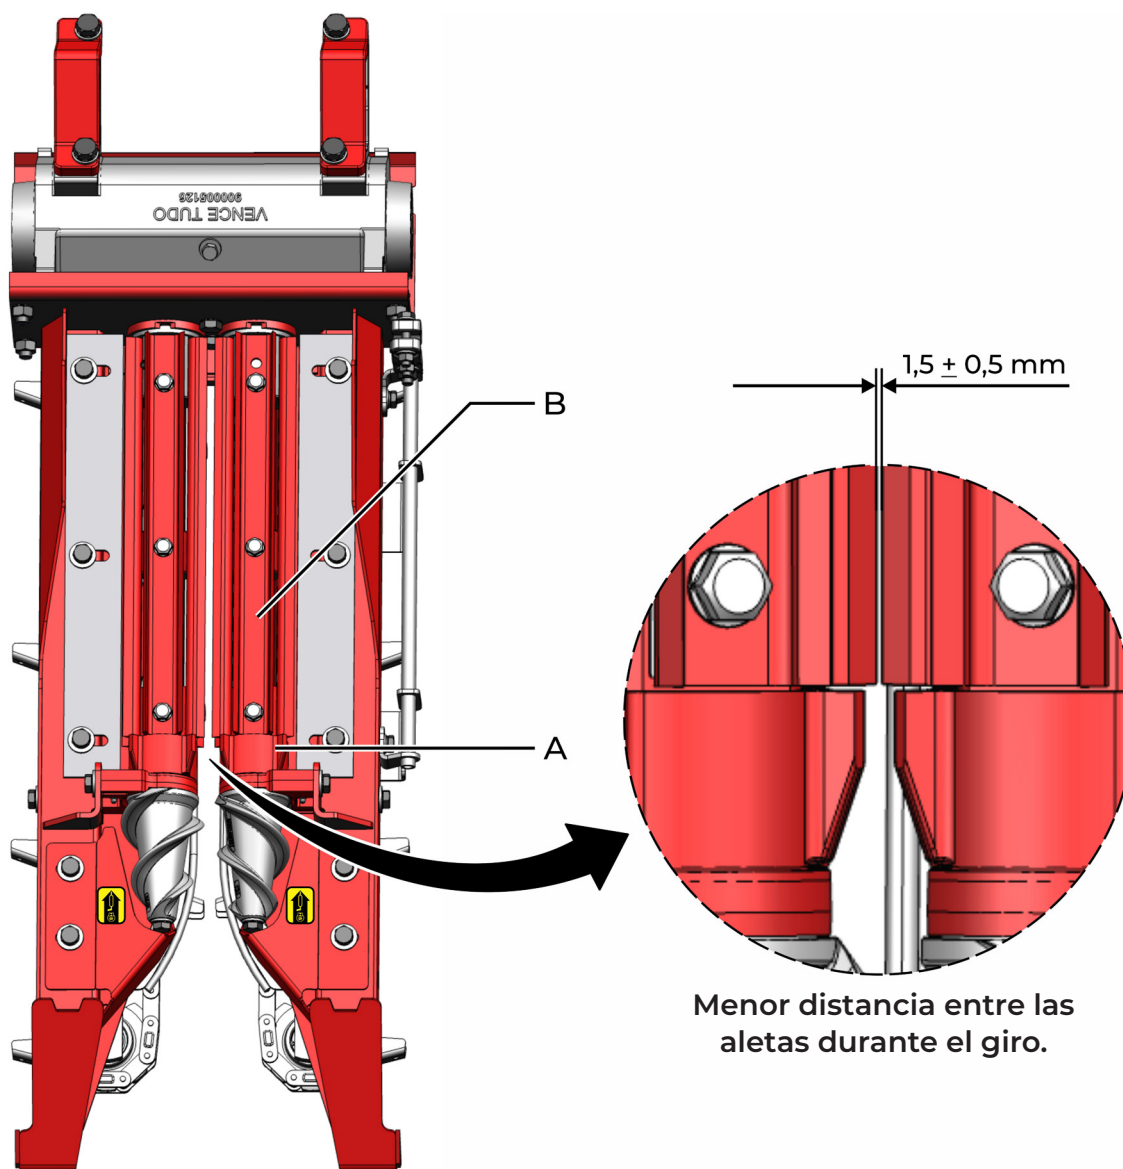

fig. 49
La unidad recolectora está compuesta por dos rodillos recolectores (A) (fig. 49) modelo SPEED ROLL. Cada rodillo recolector cuenta con 4 aletas (B) con una navaja AFIMAXX en sus dos lados, lo que da un total de 16 navajas por unidad recolectora. Se desarrolló este sistema para tener alta durabilidad, aunque, después de un determinado tiempo de uso, este puede presentar desgaste. Cuando se observe desgaste en las aletas, antes de sustituirlas, se las puede ajustar y aumentar así la vida útil de estos componentes. A continuación, consulte algunas orientaciones para realizar este ajuste.
En la caja de piezas que viene con el equipo, se envían chapas de ajuste (C) (fig. 50), las cuales se pueden utilizar para realizar el ajuste de los rodillos recolectores (A) (fig. 49), sumándolas a uno de los rodillos o a ambos, conforme la necesidad. Para realizar este ajuste, no se necesita eliminar la aleta (B) (fig. 49), solo se necesita soltar los tornillos de fijación (D) (fig. 50) y encajar la chapa de ajuste (C) debajo de la aleta, conforme la figura 51.